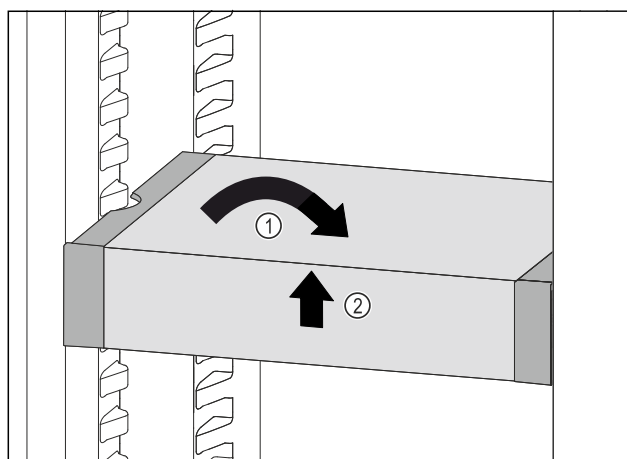

Fig. 113
- ▶ Coloque el VarioSafe en posición recta. Fig. 113 (1)
- ▶ Levante el VarioSafe por delante. Fig. 113 (2)